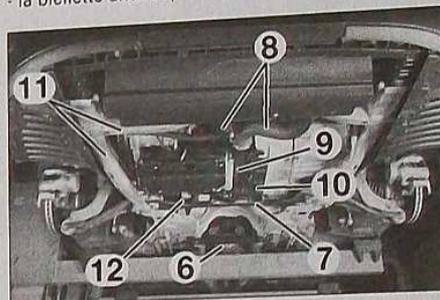

FIG. 50
- le filtre à particule (6) (Fig.50).
- la traverse antirapprochement (7).
- les conduits d'air de suralimentation (8) et (9).
- la tôle (10).
- la partie avant de berceau (11).
- la biellette anticouple (12).